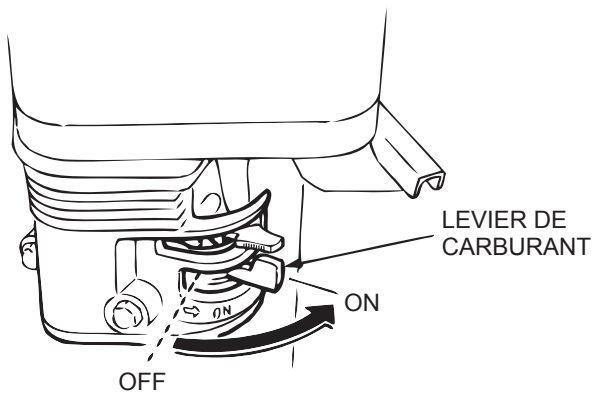

Figure 6. Levier de la soupape à carburant (Position ON)
1. Placer le levier de la soupape à carburant (Figure 6) dans la position « ON ».